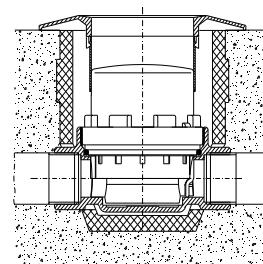

Abb. 4
- 2.17 Rosette (ggf. mit Verlängerungshülsen) auf die Zählwerkshaube bis zum Anschlag an der Wand schieben (siehe Abb. 4).